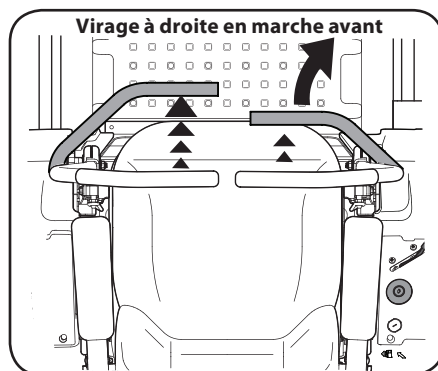

Figure 3-4
- Pour tourner à droite, tirez la barre de conduite droite vers vous et poussez la barre de conduite gauche vers l'avant. Voir Figure 3-4.